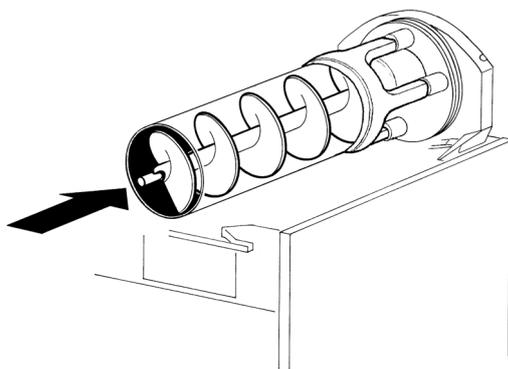

figura 13
**5** Inserire l'elica interna nell'evaporatore facendo attenzione ad accompagnarla fino in fondo ed evitando di farle urtare la parete posteriore (vedere figura 13).